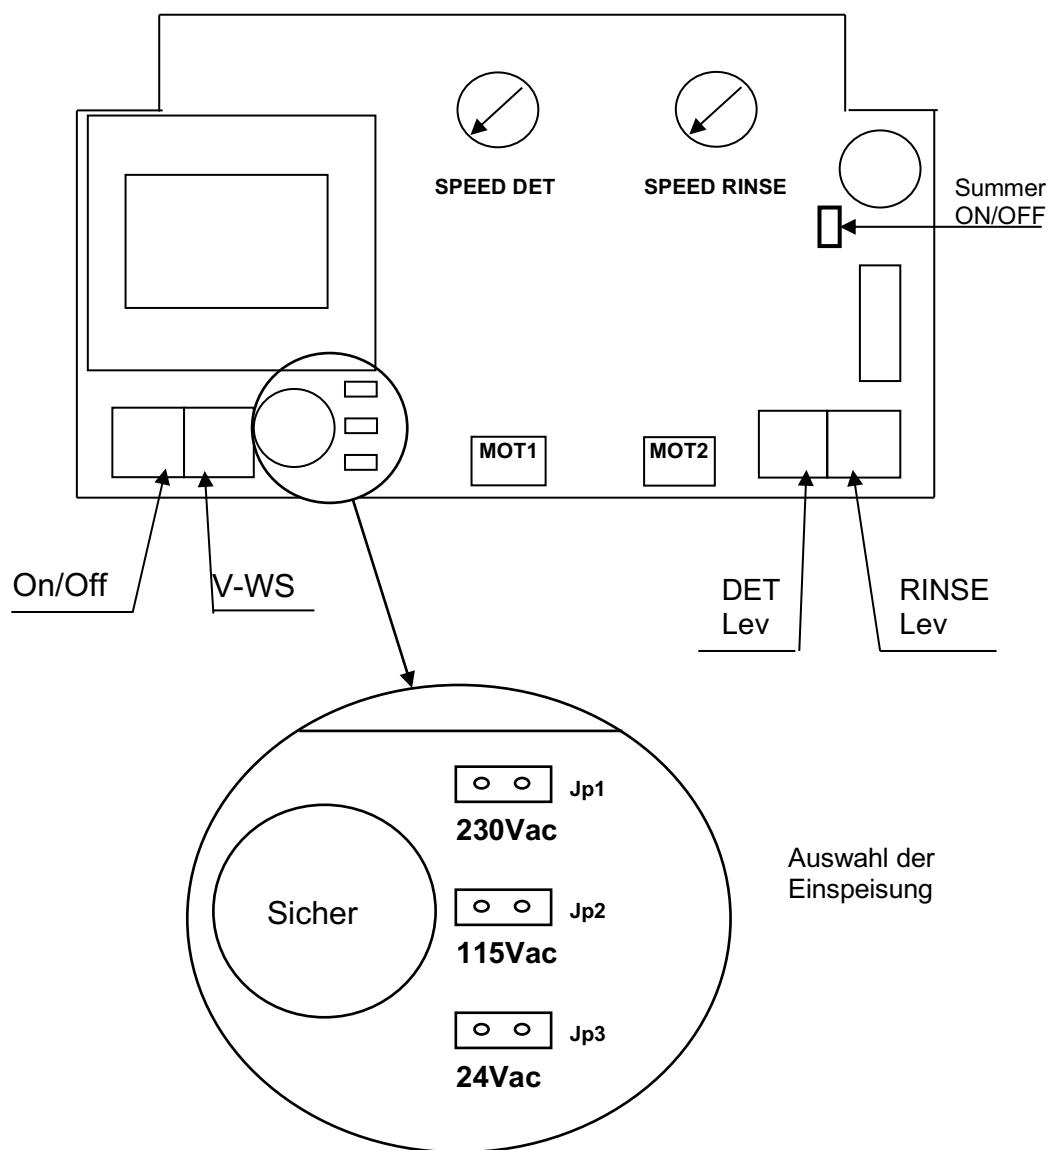

Abbildung 6
- Schließen Sie die Niveausonde des Reinigers an die Klemme **Det Lev** und die Niveausonde des Klarspülers an die Klemme **RINSE Lev** (s. Abbildung 6) an.
Während des Dosievorgangs des Reinigers leuchtet die LED 1 grün/ON. Wenn die zu dosierende Flüssigkeit, bei angeschlossener Niveausonde, einen Mindeststand erreicht, schaltet sich der Summeralarm ein und die LED 1 leuchtet rot. Entfernen Sie die Überbrückung neben dem Summer (s. Abb. 6), um den Summer abzuschalten.
Während des Dosievorgangs des Klarspülers leuchtet die LED 2 grün/ON. Wenn die zu dosierende Flüssigkeit, bei angeschlossener Niveausonde, einen Mindeststand erreicht, schaltet sich der Summeralarm ein und die LED 2 leuchtet rot. Entfernen Sie die Überbrückung neben dem Summer (s. Abb. 6), um den Summer abzuschalten.